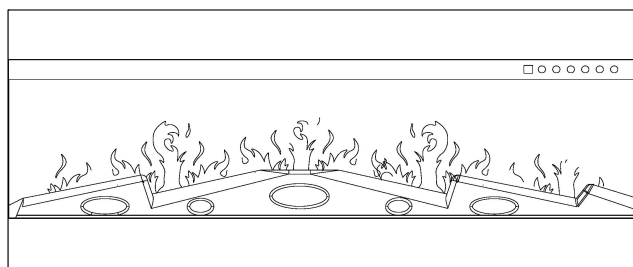

Figure 1
C. Placez le boîtier face avant vers le bas sur une surface douce et non abrasive. Retirez le support à l'arrière de l'appareil en dévissant les vis, voir Figure 1.
B. If your fireplace come with log-set, take the log-set out of the package and put it to the fireplace media slot . **Figure 1.**